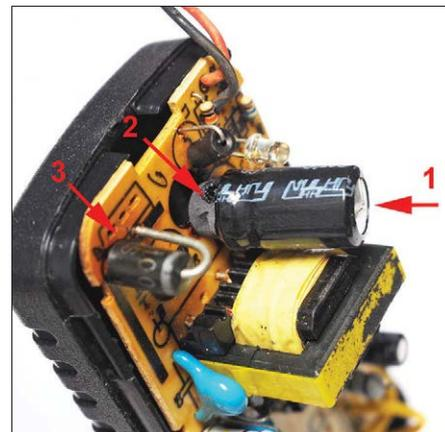

Figure 6. Après ouverture de l'alimentation secteur, il s'avéra que le condensateur de sortie avait éclaté.
surprenante, toutes avaient un court-circuit interne, aucune ne passa en circuit ouvert. Je m'étais déjà résigné, selon l'adage anglais « You get what you pay for » (vous en avez pour votre argent) à passer la chose par pertes et profits et à acheter un nouveau ruban à LED de meilleure qualité et plus cher, quand un nouveau phénomène retint mon attention. L'ensemble de l'éclairage se mit à fluctuer. Tout d'abord insensiblement. Le ruban devint tantôt plus sombre, tantôt plus clair et quelquefois, il se mettait à scintiller rapidement et irrégulièrement. L'intensité et la fréquence des fluctuations augmentaient avec le temps. Et puis, il y eut des rémissions ; la lumière redevenait stable, mais plus sombre. Vint un moment où j'en eus assez et décidai d'aller au fond des choses. Les LED hors service ne pouvaient pas en être responsables, un ruban étant constitué de la mise en parallèle d'une foule de circuits à trois LED en série. Mon multimètre n'indiquait plus que 9,5 V à la sortie de l'alimentation à pleine charge. Donc, cette alimentation devait avoir un défaut. Avec quelques fermes pressions et sollicitations avec des tournevis, le couvercle en plastique fut dégagé, offrant l'accès aux entrailles. La **figure 6** dénonce le coupable : comme on peut le voir, le dessus du condensateur électrolytique de sortie est bombé (1). De plus, son fond a été éjecté (2). Et enfin, la coloration du circuit imprimé (3) indique que l'endroit a subi un sérieux coup de chaud. Retenez qu'en électronique, le coupable est toujours le condensateur électrolytique ! Des 1000 µF de jadis de ce condensateur, il ne devait survivre que quelques miettes ou même rien du tout. Ce condensateur éclaté ne causait pas seulement les fluctuations lumineuses, il était aussi responsable d'une bonne quantité de parasites électromagnétiques. Comment cela ? En